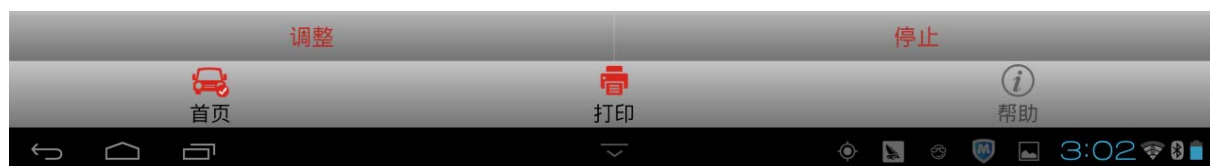

图 2
9). 开始进行基本设置, 点击“调整”, 基本设置状态变为“正确完成”, 如图 2;